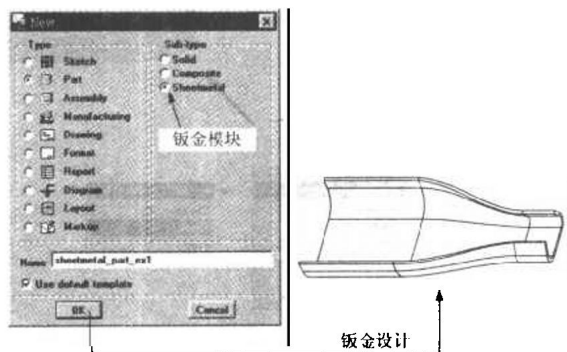

图 1.3
- 选中 Sheetmetal(钣金模块)单选按钮, 直接建构钣金件, 如图 1.3 所示。